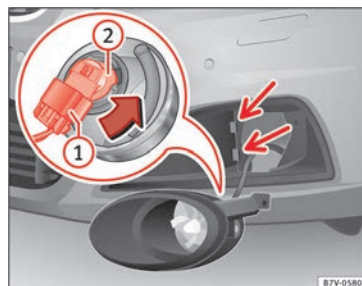

Fig. 111 Udskiftning af pære i forlygte
3. Klap forlygten en smule fremad, og træk den ud af holderne i siden » **Fig. 111** (små pile).
4. Løs tilslutningsstikket » **Fig. 111** ①, og træk det af.
5. Drej pæreholderen » **Fig. 111** ② helt til venstre i pilens retning, og træk den bagud og ud sammen med pæren.
8. Sæt tilslutningsstikket » **Fig. 111** ① på pæreholderen ②. Du skal kunne høre, at tilslutningsstikket går i hak.
9. Sæt forlygten ind i holderne » **Fig. 111** (små pile), og klap den bagud.